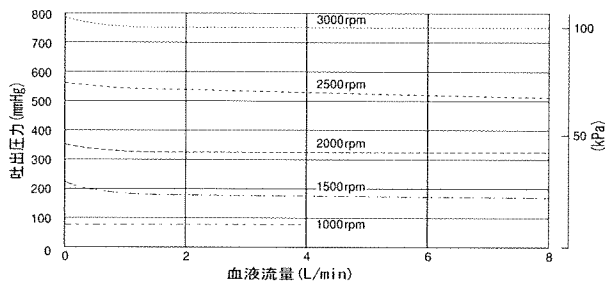

図8. ポンプ特性
- ・循環開始時は、本品の吐出圧が患者の動脈圧と本品にかかる落差圧を上回るまで、送血ラインのクランプは開けないこと。〔患者の動脈圧と本品にかかる落差圧が本品の吐出圧を上回ると逆流する。〕(ポンプ特性図8及び表3参照)